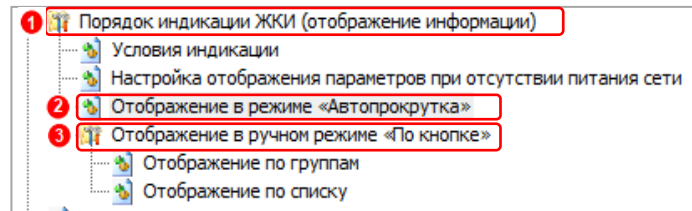

Рисунок 56
Для настройки отображения информации в режиме «Автопрокрутка», перейдите на вкладку «Порядок индикации ЖКИ → Отобразить в режиме «Автопрокрутка»» (2) (см. рисунок 56).